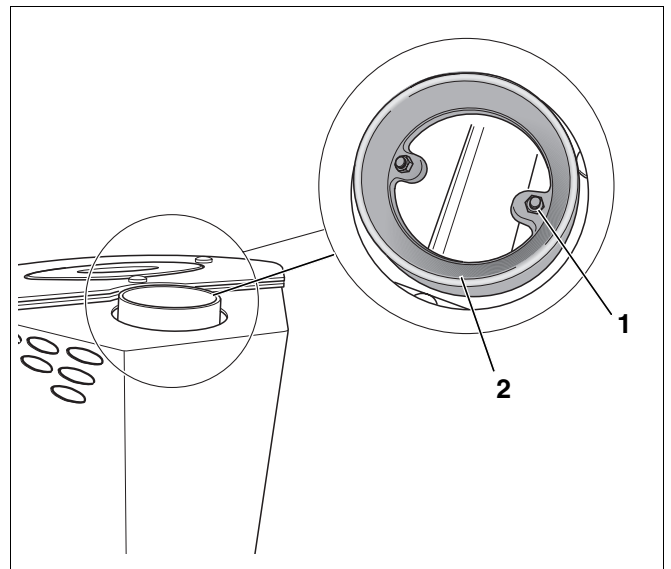

Abb. 9 Abgasanschluss Oberseite – Abgasstutzen
- Zwei Schrauben (Abb. 9, **Pos. 1**) des Abgasstutzens am Abgasanschluss Oberseite lösen und Abgasstutzen (Abb. 9, **Pos. 2**) abnehmen.